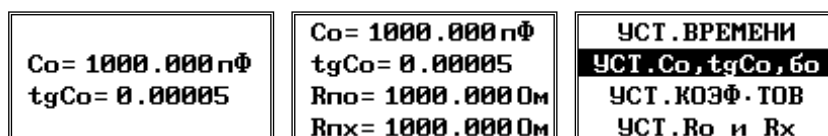

Рисунок 61
7.1.15 В данном случае это емкость  $C_0$  и тангенс угла диэлектрических потерь  $\text{tg}(\delta_0)$  образцового конденсатора, а также сопротивления защитных резисторов  $R_{п0}$  и  $R_{пх}$  при выборе подрежима измерения с компенсацией помех общего вида (рисунок 61).